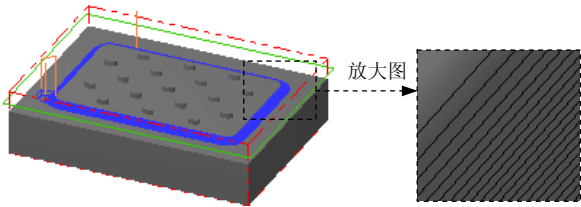

图 25.18 刀具路径
(1) 在“曲面精加工等高外形”对话框中单击  选项卡,在  文本框中输入值 0.1;在  区域选中  斜插单选项,在  文本框中输入 3,然后选中  复选框。
(2) 选中  复选框并单击该按钮,在系统弹出的“螺旋下刀参数”对话框中的  文本框中输入 5,在  文本框中输入 1,然后单击  按钮。
(3) 单击 **切削深度(D)...** 按钮，在系统弹出的“切削深度设置”对话框中选中 **增量坐标** 单选项，然后在 **增量的深度** 区域的 **第一刀的相对位置** 文本框中输入 0，在 **其他深度的预留量** 文本框中输入 0。单击 **✓** 按钮，系统返回至“曲面精加工等高外形”对话框。
Step9. 单击“曲面精加工等高外形”对话框中的 **✓** 按钮，完成加工参数的设置，此时系统将自动生成图 25.18 所示的刀具路径。